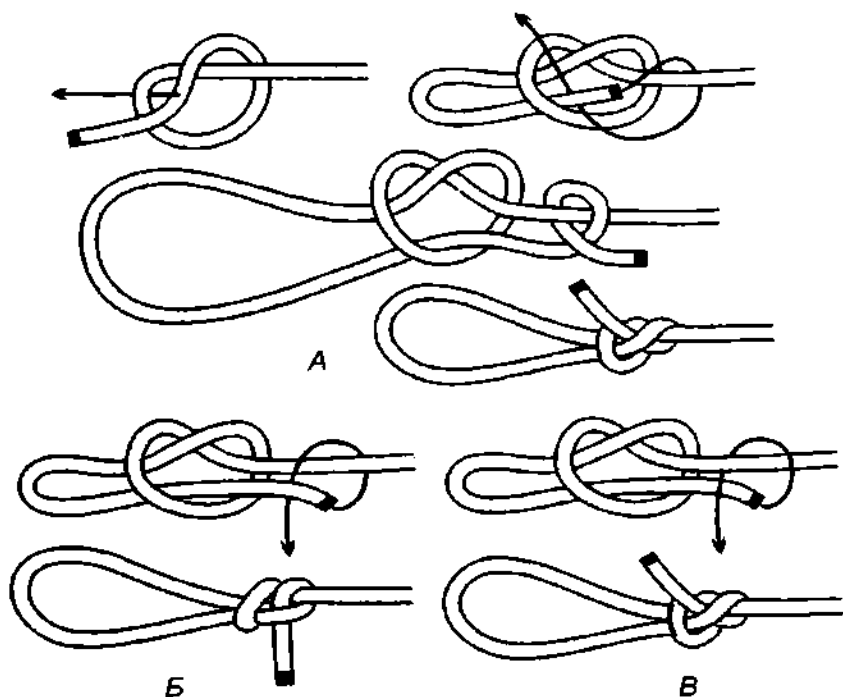
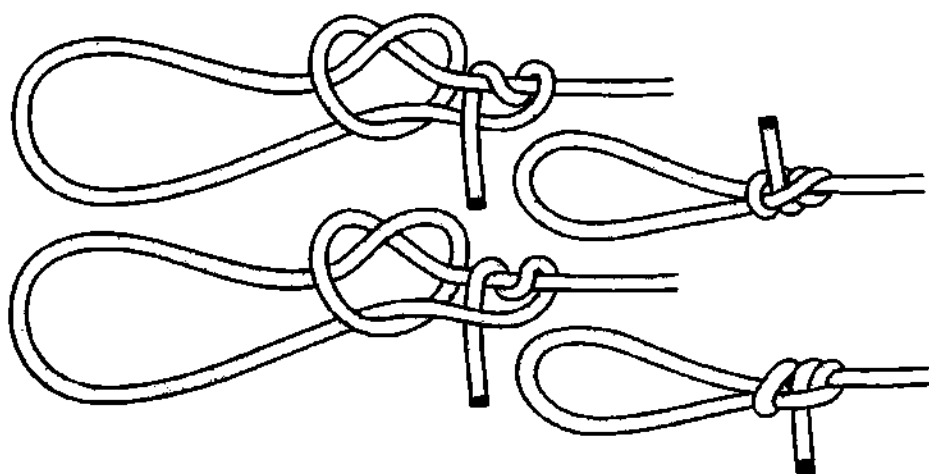

Рис. 200. Эскимосская петля. Полуштык у эскимосской петли может быть положен по-разному (Б, В), крепость узла от этого не изменится.
Рис. 201. Эскимосская петля с двумя шлагами.
**Эскимосская петля** очень старый узел, который испокон веков вязали многие народы. В его основе лежит **быстроразвязывающийся простой узел** (рис. 200). Несмотря на кажущуюся простоту узла, это очень прочная, надёжная, и к тому же легко развязывающаяся петля. Ещё одно положительное свойство петли в том, что после того как узел связан, размер петли может быть отрегулирован. **Эскимосскую петлю** можно завязывать как на тонких снастях, так и на толстых верёвках. Лучше всего узел держит на мягких верёвках, на жёстких верёвках узел, пока не затянется, некоторое время ползёт. Чтобы узел не полз и сразу же держал установленный размер рабочей петли, полуштык у **эскимосской петли** можно связать с двумя шлагами (рис. 201). В любом случае, узел после завязывания необходимо расправить и затянуть.